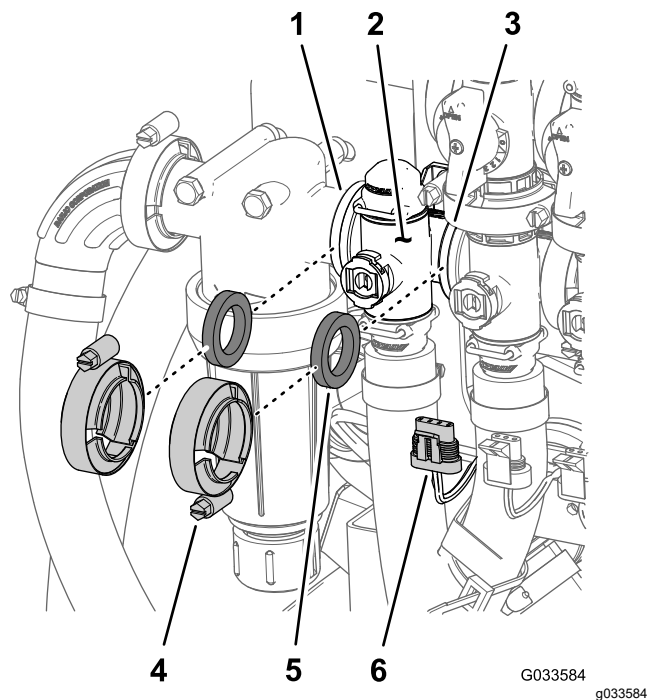

Figura 113
1. Demontați 2 cleme cu guler și 2 garnituri care fixează colectorul supapei de control al ratei (Figura 113) pe filtrul de presiune și supapa de agitare.